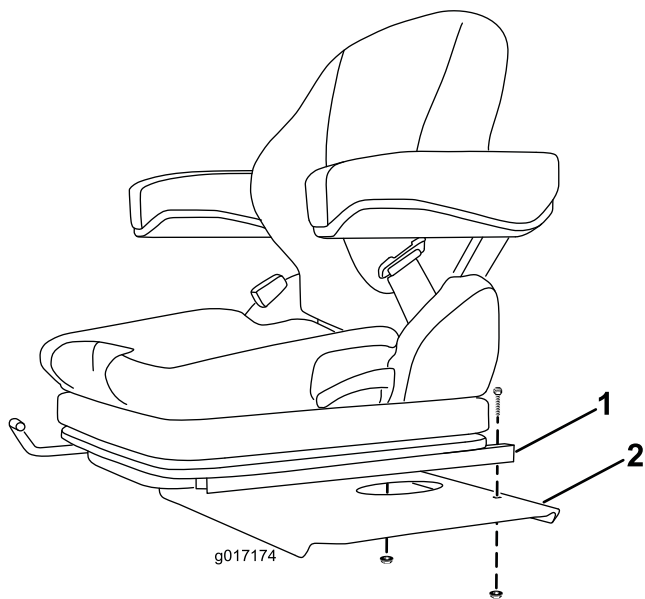

Figure 8
1. Au moyen d'un boulon et d'un écrou à embase, fixez l'arrière de chaque glissière de siège au panneau de siège (Figure 8).